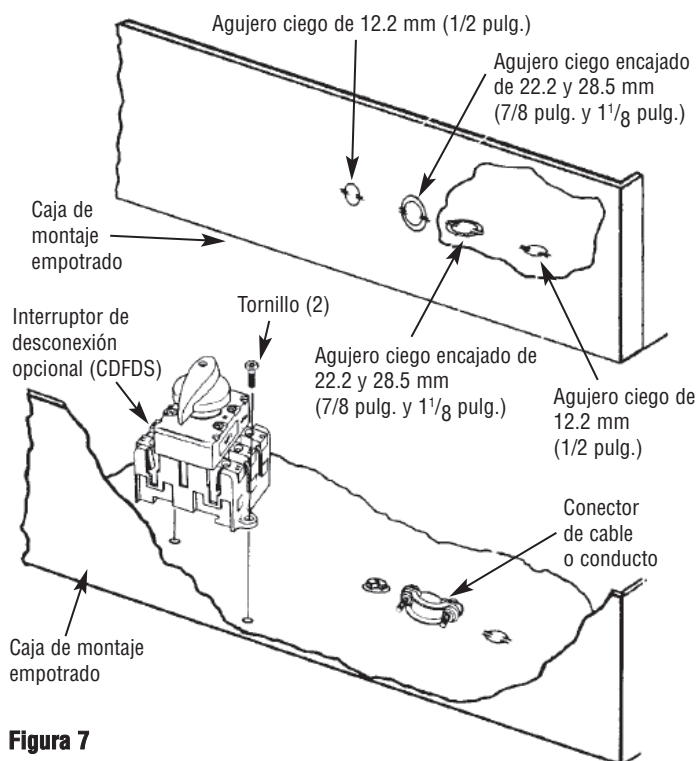

Figura 7
4. Extraiga del conjunto la caja de montaje empotrado. Extraiga cuatro (4) tuercas de los pasadores de manera que el calentador pueda retirarse de la caja de montaje empotrado. **No deseche** las tuercas ya que se utilizarán en el Paso 13 para montar nuevamente la sección del calentador en la caja de montaje empotrado.
5. Destape uno de los agujeros ciegos e instale un conector de cable o conducto (Figura 7).
6. Instale el interruptor de desconexión opcional (si es necesario) como se muestra en la Figura 7.